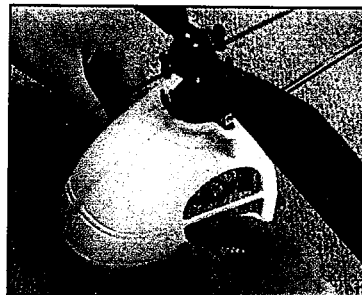

Fig. 1
1. Retirez la bulle du châssis en écartant progressivement les 2 côtés de celle-ci. Ainsi, vous dégagerez les 2 passe-fil de la barre transversale (Fig. 1).